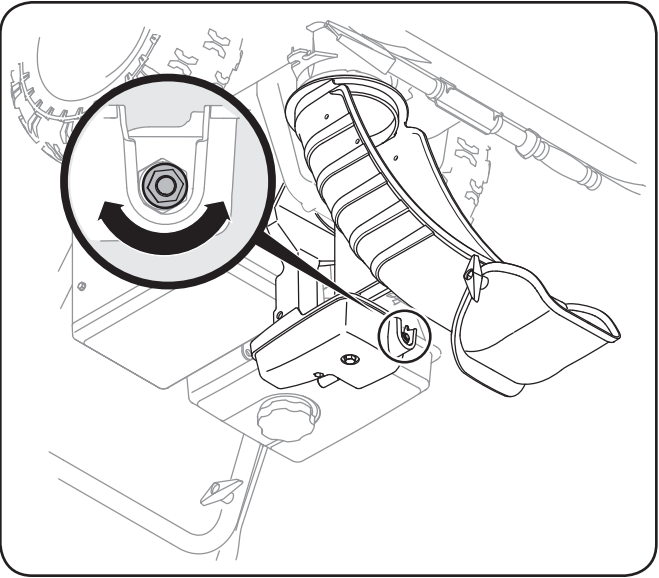

Fig. 6-6
- Tout en empêchant la manivelle de commande de la goulotte de tourner, serrez l'écrou sur la boîte de vitesses de la goulotte. Voir la Fig. 6-6.